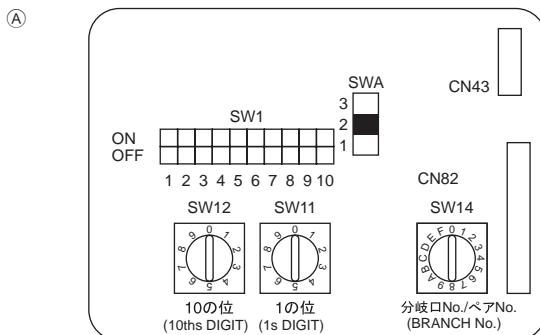

Fig. 6-4
- ③ 无线遥控器 (安装无线信号接收器时)
- Ⓑ 室外传输电缆的接线盒 (M1 (A)、M2 (B)、④ (S))
6.5. 设定存储位置 (Fig. 6-4)
- ① 如何设定地址
- ② 如何设定分支号码 SW14 (仅限于 R2 系列)